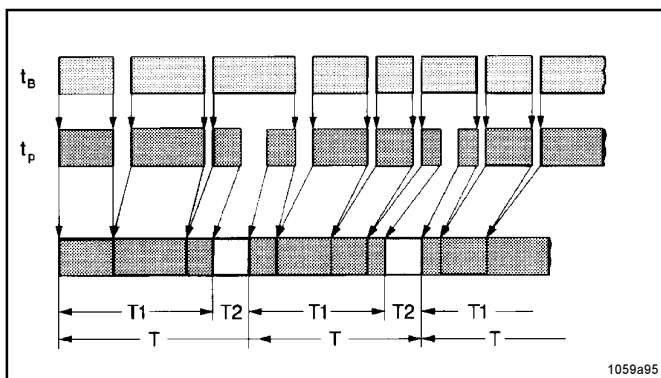

Fig. 4: - Diagramme des temps
- La plaque de circuits imprimés commande le déclenchement automatique du temps de travail et du temps de pause de la pompe de graissage centralisé 203 en fonction des heures de service de la machine tB (Fig. 4) ou en fonction du contact de la machine (contact externe).
- Un cycle de graissage comprend un temps de pause et un temps de travail. Après expiration du temps de pause, le temps de travail démarre. Ce cycle se répète constamment après que la machine ait été mise en service. Voir Fig. 4.